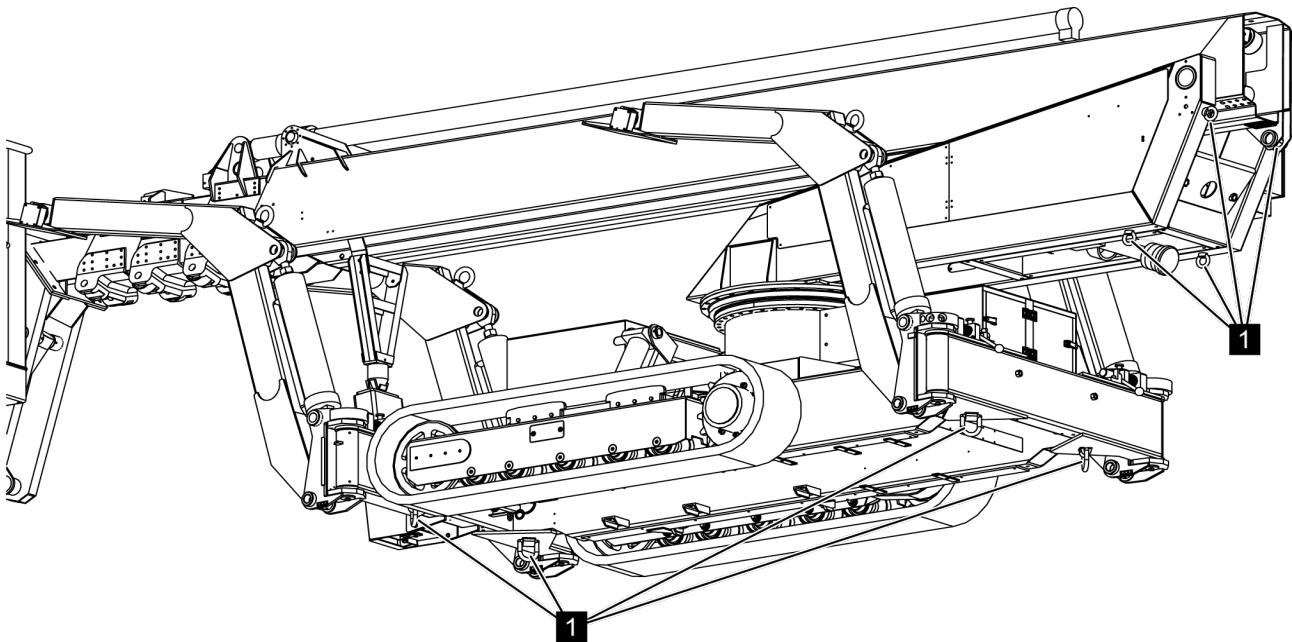

Fig. 44: Anneaux d'arrimage
3. ➤ Arrimer et fixer la plateforme élévatrice avec p. ex. des sangles aux anneaux d'arrimage (Voir la Fig. 44/1) sur le véhicule de transport.